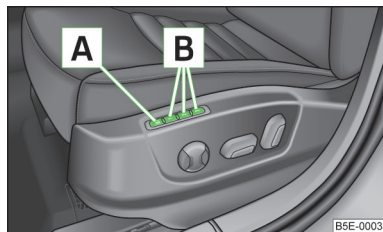

Fig. 47
La función Memory para el asiento del conductor ofrece la posibilidad de memorizar la posición del asiento del conductor y del espejo retrovisor exterior. Puede asignarse una posición de ajuste a cada una de las tres teclas de memoria **[B]** » fig. 47.
- Pulsar la tecla **[SET]** **[A]** » fig. 47.
- Pulsar la tecla de memoria deseada **[B]** » fig. 47.
- Pulsar brevemente la tecla de memoria deseada **[B]** » fig. 47 estando el encendido desconectado y la puerta del conductor abierta.
- Pulsar y mantener pulsada una tecla cualquiera de la memoria [B] » fig. 47 de la página 64. Una vez que el asiento haya adoptado la posición guardada en la tecla correspondiente, pulsar simultáneamente la tecla [A] de la llave de radiotelemando dentro de los 10 segundos siguientes.
- Pulsar la tecla [SET] [A] » fig. 47 de la página 64 y mantener pulsada. Pulsar simultáneamente la tecla [B] en la llave de radiotelemando al cabo de 10 segundos.